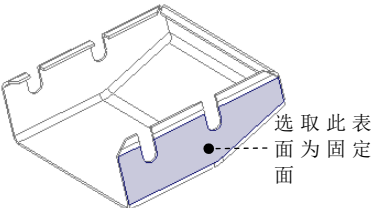
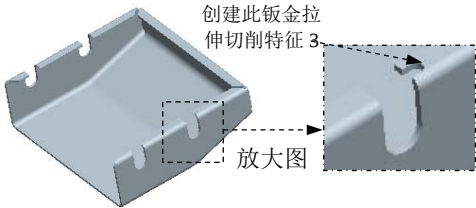
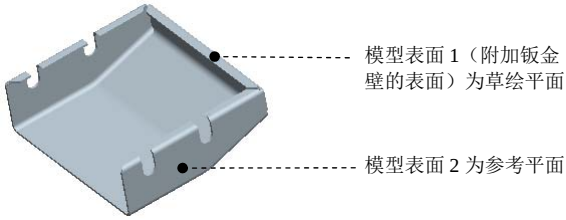
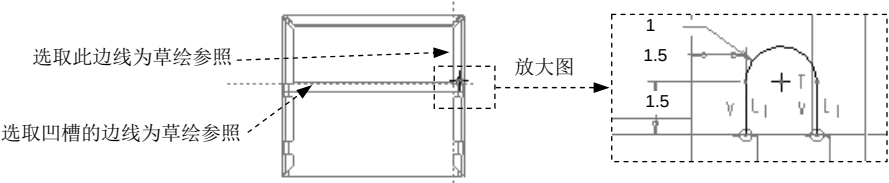

图 11.12.43 定义固定面
图 11.12.44 拉伸特征 4
图 11.12.45 草绘平面
图 11.12.46 截面草图
(1) 单击 **模型** 功能选项卡 **折弯** 区域中的“折弯回去”按钮 ，此时系统弹出“折回”操控板。
(2) 定义固定面（边）。在“折回”操控板中单击 按钮，选取图 11.12.43 所示的模型右侧表面为固定面。
(3) 单击 按钮，完成折回特征 1 的创建。
Step17. 创建图 11.12.44 钣金拉伸切削特征 4。在操控板中单击  按钮，确认  按钮、 按钮和  按钮被按下；选取图 11.12.45 所示的模型表面 1 为草绘平面，选取模型表面 2 为参考平面，方向为 **右**；单击 **草绘** 按钮，绘制图 11.12.46 所示的截面草图；接受系统默认的箭头方向为移除材料的方向，在操控板中定义拉伸类型为 ，选择材料移除的方向类型为 。